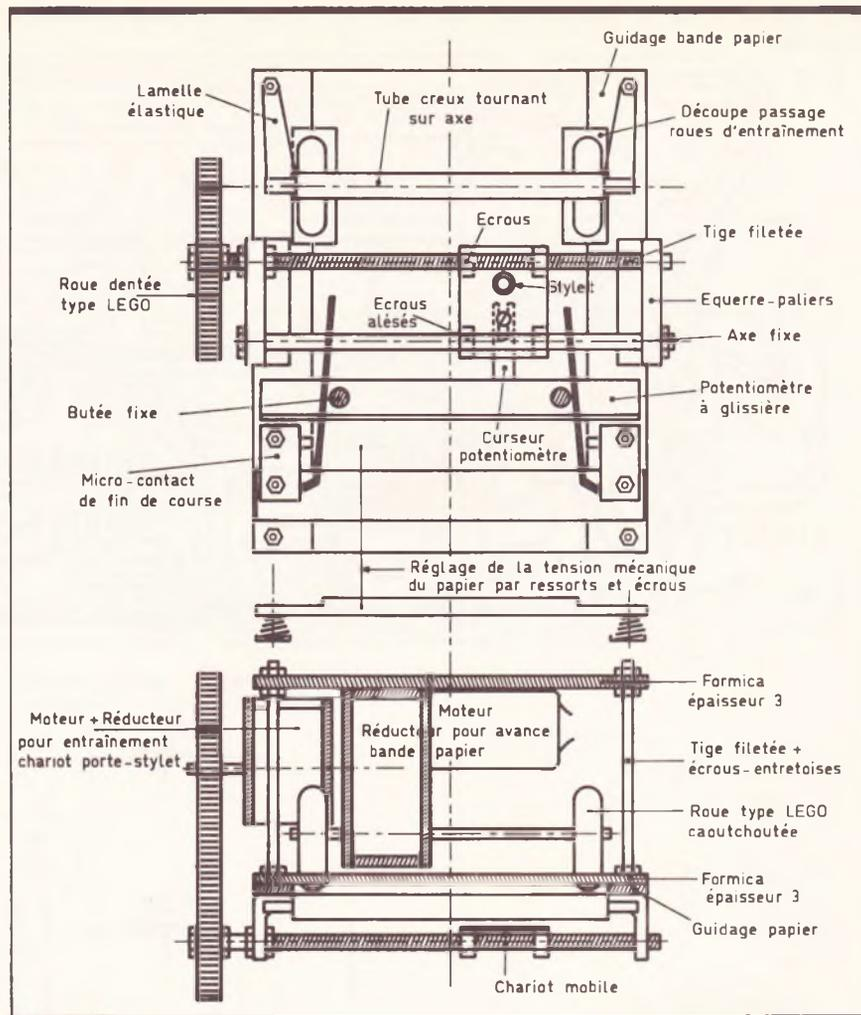

Fig. 10 Exemple de montage du dispositif enregistreur.
c) Dispositif enregistreur (fig. 10)